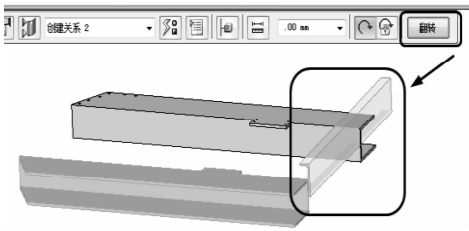
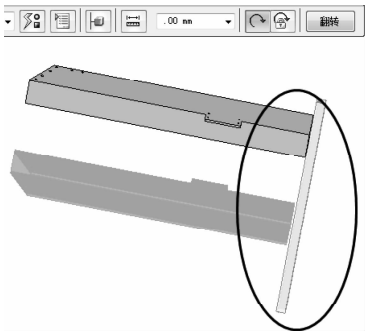

图 8-11 翻转配合方向
图 8-12 翻转成功
- (3) 由于智能配合不一定能达到想要的效果，如图 8-11 所示，明显反了，那么可以单击上面弹出的对话框的【翻转】调整方向，达到想要的效果，修正后如图 8-12 所示。